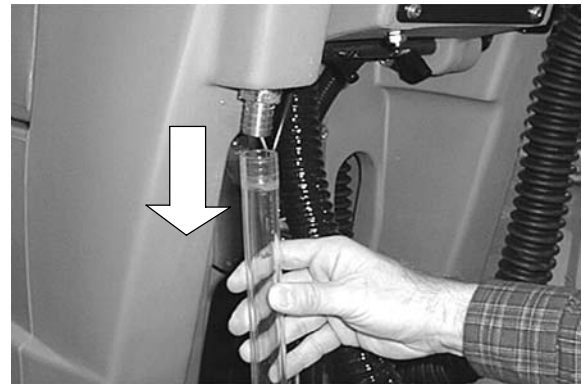

FIG. 26
1. Pour vider l'eau restante du réservoir de solution, tirez le tuyau de niveau/de vidange du réservoir de solution hors du raccord de tuyau, comme illustré (Figure 26).